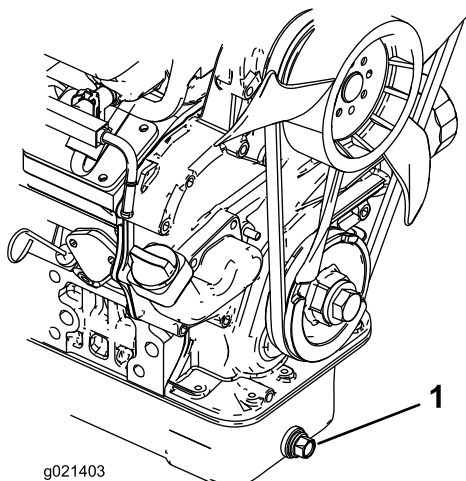

図 51
1. ドレンプラグ (図 51) を外してオイルを容器に受ける。オイルが抜けたらドレンプラグを取り付ける。